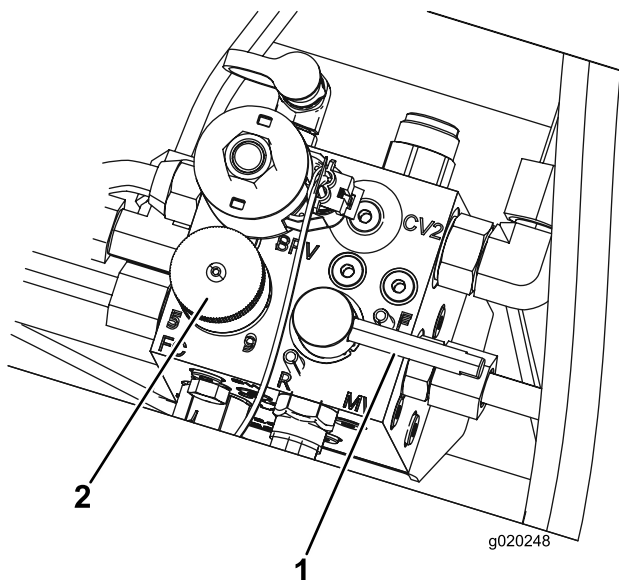

Bild 83
5. Stellen Sie das Bedienelement für die Spindeldrehzahl auf die Stellung 1 (**Bild 83**).
6. Drehen Sie den Läpphebel auf die R-Stellung (**Bild 83**).